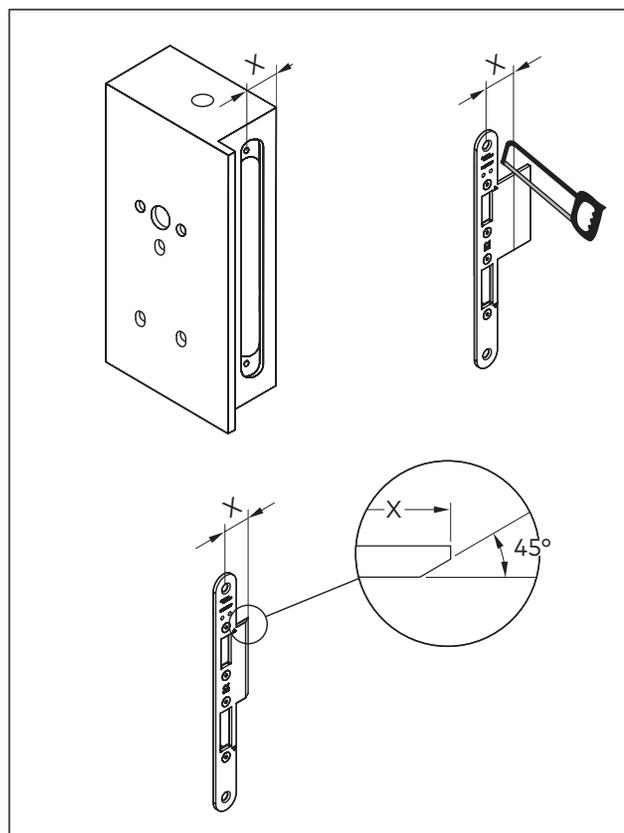

Abb. 35 Abmaße der Anpassungen
1. Den Stulp anpassen (Abb. 35).